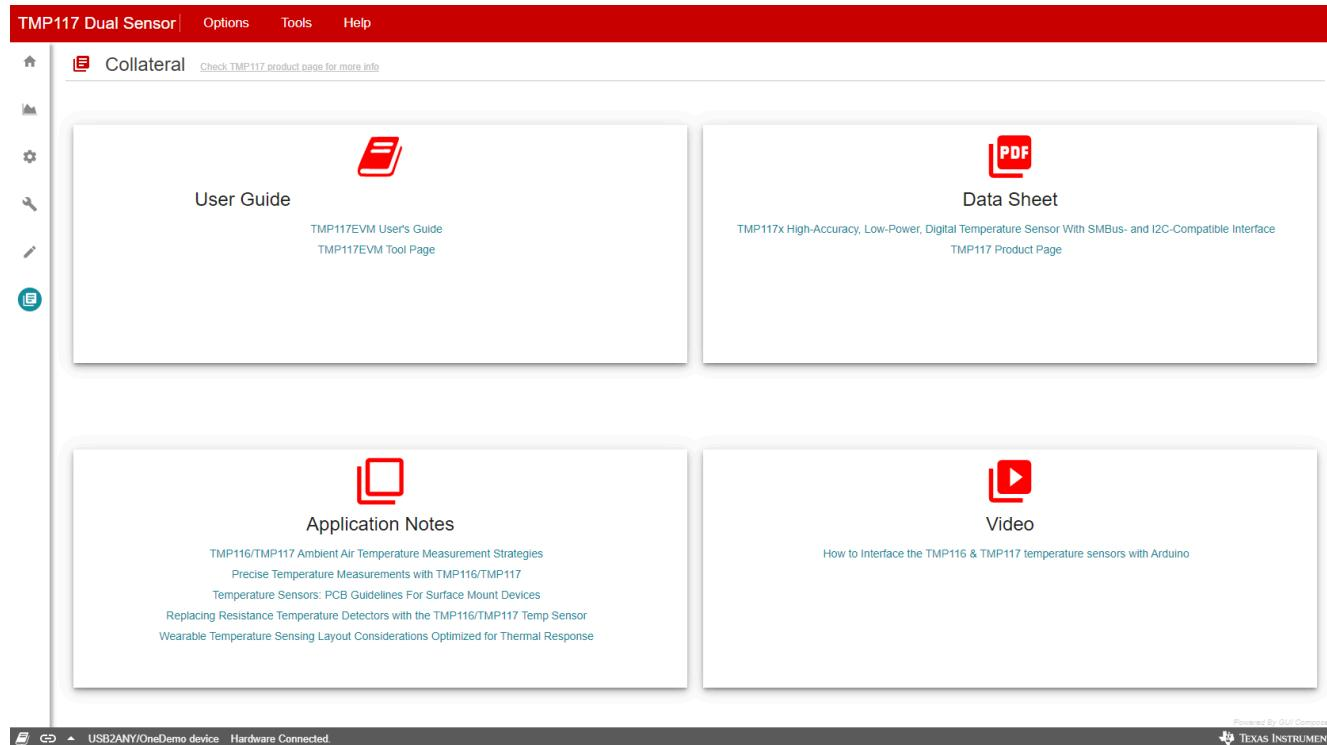

图 3-14. 配套资料页面
GUI 的最后一页是“Collateral ( 配套资料 )”页面 ( 如图 3-14 所示 )，其中包含与 TMP117 及其 EVM 相关的 Web 文档链接。该页面分为四个区域：(1) User Guide ( 用户指南 )、(2) Data sheet ( 数据表 )、(3) Application Notes ( 应用手册 )、(4) Video ( 视频 )。